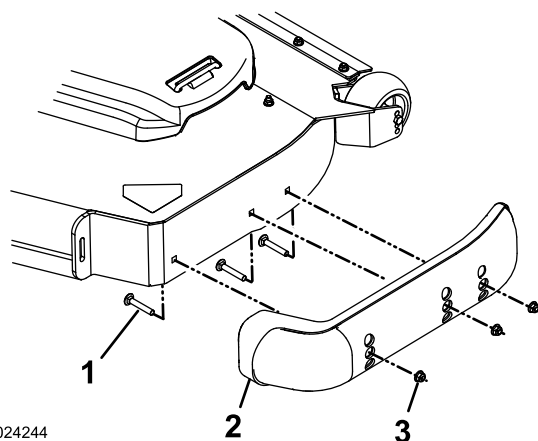

Figura 30
3. Retire los pernos de cuello cuadrado y las tuercas de cada patín (Figura 30).